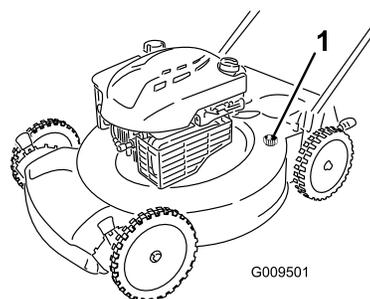

Рисунок 23
5. Присоедините садовый шланг, подключенный к источнику воды, к промывочному отверстию в корпусе (Рисунок 23).